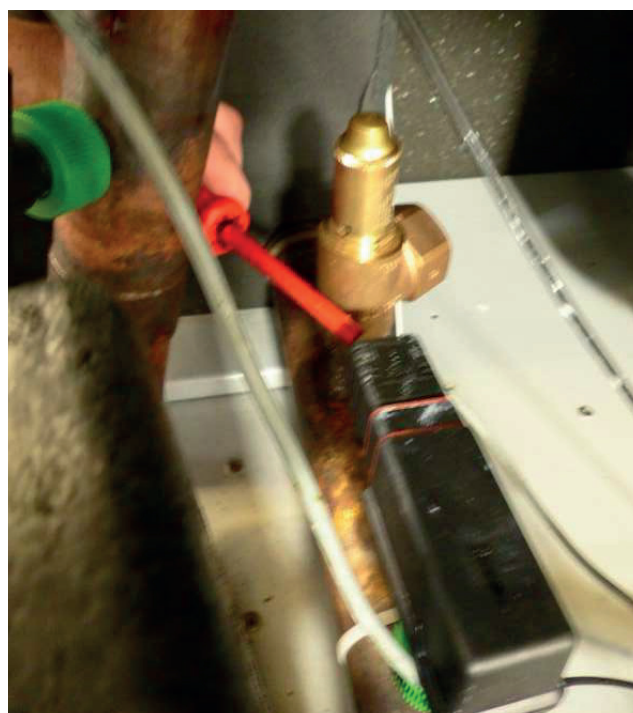
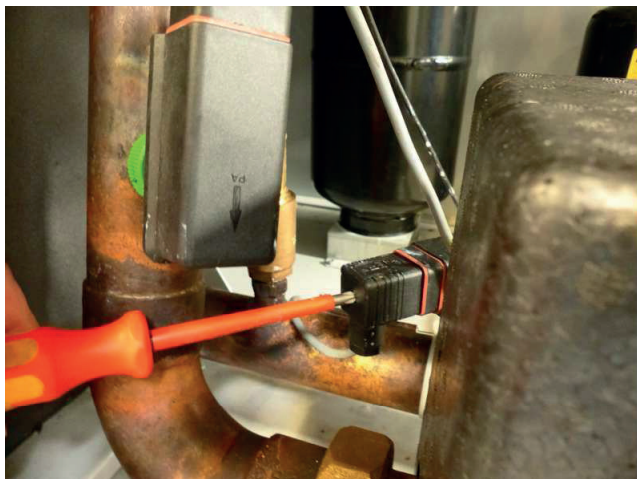

Fig. 4.1:
Fig. 4.2:
- Débrancher la fiche sur le commutateur de débit Rafraîchissement dans le sens inverse du débit (voir Fig. 4.1 - page 15 et Fig. 4.2 - page 16)